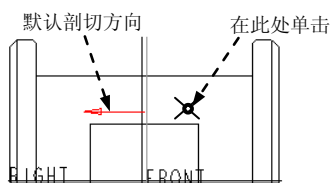
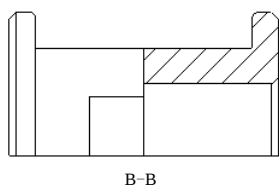

图 3.12.25 定义剖切方向
图 3.12.26 左视图的半剖视图
Step11. 在工程图模式下,创建左视图的半剖视图。在图形区双击左视图,系统弹出“绘图视图”对话框,选取类别区域中的截面选项,在截面选项区域中选种 ☒ 2D 横截面 单选项,将模型边可见性设置为 ☒ 总计,然后单击 按钮,在名称下拉列表中选择剖截面 B,在剖切区域下拉列表中选择半倍选项,选取 FRONT 基准平面作为参照平面,此时视图如图 3.12.25 所示,单击绘图区 FRONT 基准平面右侧任一点使箭头指向右侧,单击对话框中的 按钮,系统生成图 3.12.26 所示的左视图的半剖视图。